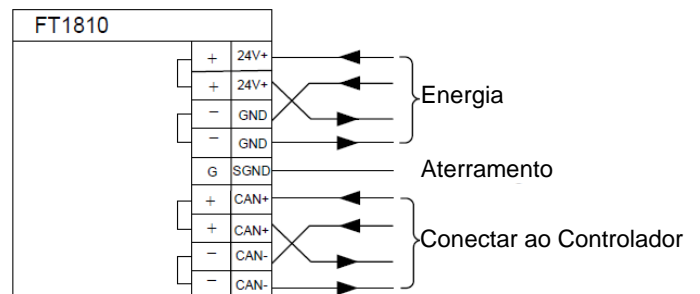

Fig. 5 Conexão
5. Conecte os cabos ao terminal de acordo com o diagrama de conexão (Fig. 5). O equipamento de terminal do CAN-bus precisa ser conectado paralelamente com uma resistência de 120Ω, que pode ser alcançada através de uma ponte interna de FT1810 (Fig. 3).